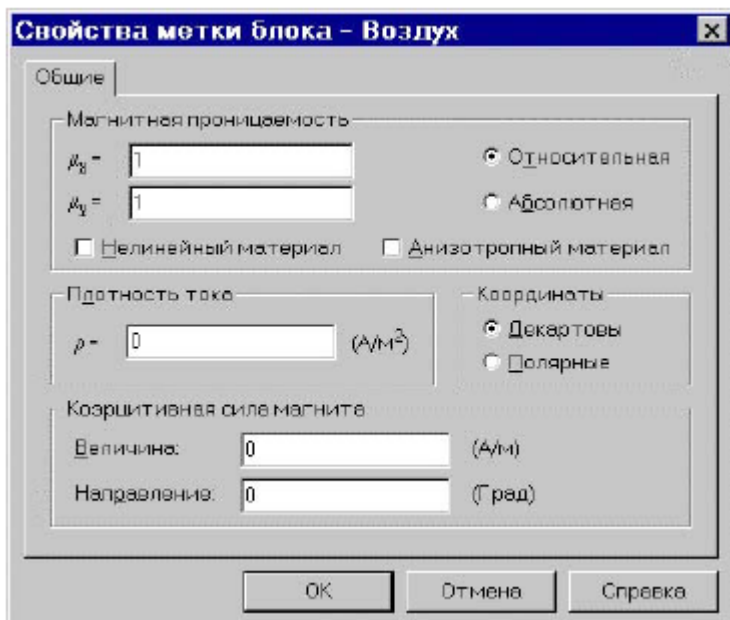

Рис. 11. Окно «Свойства...» на этапе задания свойств блоку «Воздух»
1. Дважды щелкните на метке «Воздух» или выберите «Свойства» в её контекстном меню (рис. 11).